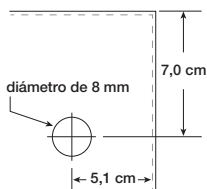

Figura 4
- Perfore un orificio de 8 mm en el reborde del techo según las dimensiones indicadas en la Figura 4.